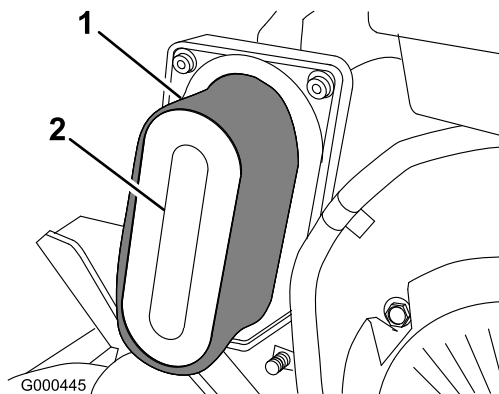

Figura 25
3. Se l'elemento in schiuma sintetica è sporco, toglietelo dall'elemento di carta (Figura 25), e pulitelo accuratamente.